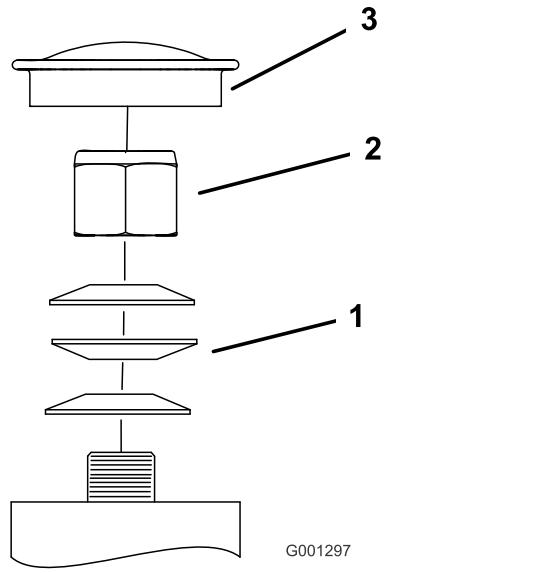

Bild 67
3. Entfernen Sie den Staubdeckel vom Laufrad und ziehen Sie die Sicherungsmutter an (Bild 67).
4. Ziehen Sie die Sicherungsmutter so weit fest, dass die Federscheiben flach liegen und schrauben dann um Viertelumdrehung zurück, um die Lager richtig vorzuspannen (Bild 67).
5. Setzen Sie den Staubdeckel auf (Bild 67).